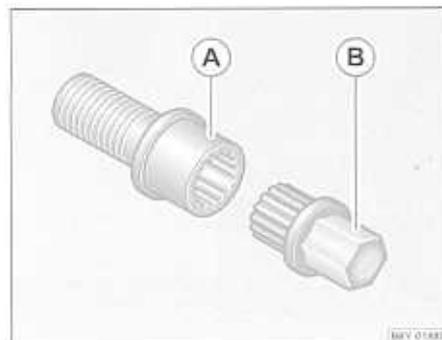

Fig. 146 Tornillo de seguridad para rueda con adaptador
- Deslice el adaptador (B) con su lado dentado hasta el tope en el dentado interior del tornillo de seguridad para rueda (A) de modo que sólo sobresalga todavía el hexágono exterior → fig. 146.
- Cale la llave de rueda hasta el tope en el adaptador (B).